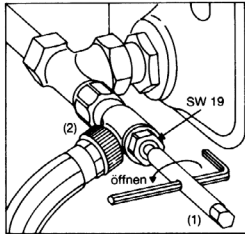

Bild 6
- 3.4 Entleerungs- und Füllwerkzeug (2) auf die „Combi 4/3“ Verschraubung aufschrauben und Schlauch befestigen (Bild 6).
- 3.5 Entlüftungsschraube am Heizkörper öffnen. Sechskantschlüssel SW 10 (1) auf Entleerungs- und Füllwerkzeug (2) aufsetzen und durch Linksdrehen den Heizkörper entleeren (Bild 6).